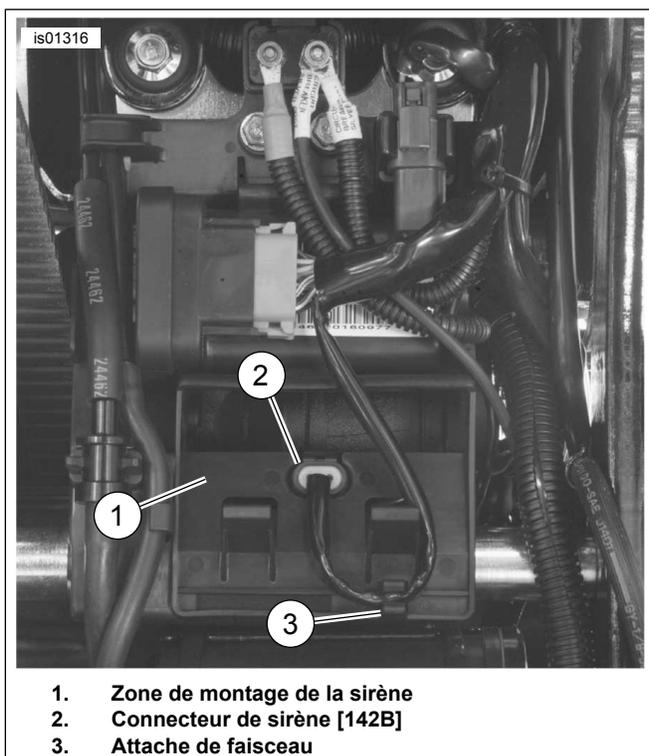

Figure 21. Connecteur de sirène (modèles Softail sauf FX-CW/C) (vue du garde-boue arrière avec la roue arrière retirée)
5. Figure 21 Retirer le connecteur de sirène [142B] (2) du réceptacle dans la zone de montage (1) du panneau électrique.